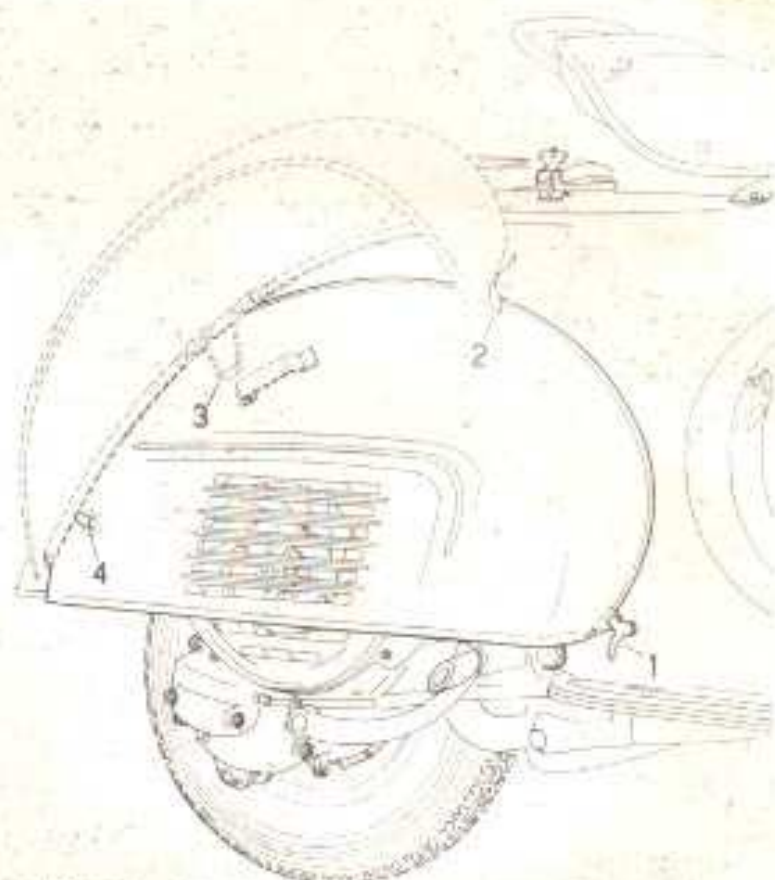

Fig. 20 - Smontaggio cofano motore dalla moto
- Agire sulla parte anteriore del cofano, spingendolo verso l'alto e facendolo ruotare attorno alla sua estremità posteriore (posizione tratteggiata in fig. 20): con ciò si libera il gancio di fissaggio 3) dal relativo collegamento sulla carrozzeria.